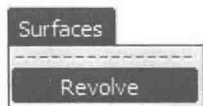

图 1-11
8) 选中刚刚绘制的曲线，在菜单栏中单击 Surface (曲面) → Revolve (旋转) →  (选项窗口) 命令，打开“旋转命令”的选项窗口，如图 1-11 所示。